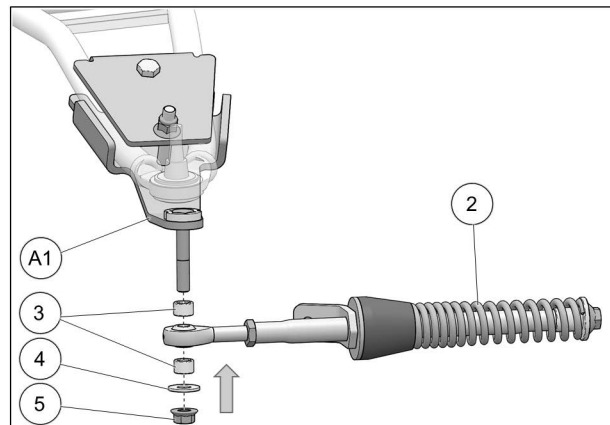

Fig. 23
9. Fixer le bras stabilisateur (**2**) au boulon déjà installé sur l'ancrage de suspension (**A1**) à l'aide des deux espaceurs (**3**), de la rondelle (**4**) et de l'écrou autobloquant (**5**). Serrer à un couple de 70 Nm [52 lb•pi]. Voir la Fig. 23